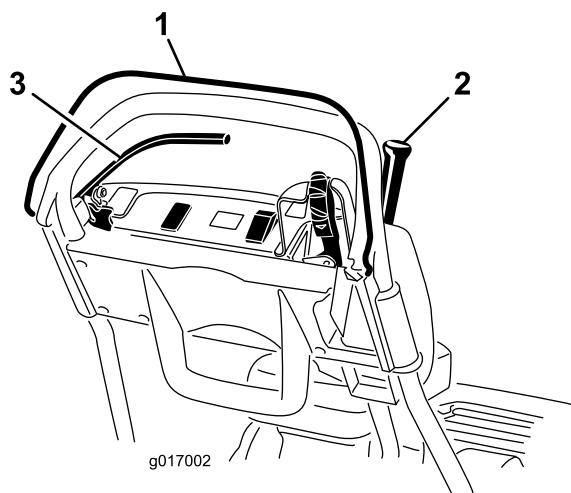

図 27
3. OPC を解除した状態で、走行レバーを入れる (図 27)。レバーが入らなければ正常。走行レバーが入るのはインタロックシステムの異常であるから修理する。必ず修理してから使用すること。「インタロックスイッチの整備」を参照。
4. OPC を押し、走行レバーを入れた状態から OPC を解除する (図 27)。走行レバーが外れれば正常。走行レバーが外れないのはインタロックシステムの異常であるから修理する。必ず修理してから使用すること。「インタロックスイッチの調整」または「走行コントロールの調整」を参照。
5. OPC を押し、シフトレバーを左に入れて走行とリール回転を開始し、OPC を解除する (図 27)。走行レバーが外れれば正常。走行レバーが外れないのはインタロックシステムの異常であるから修理する。必ず修理してから使用すること。「インタロックスイッチの調整」または「走行コントロールの調整」または「リールコントロールの調整」を参照。
6. OPC を押し、シフトレバーを左に入れて走行とリール回転を開始し、その状態からシフトレバーを右に操作してリール回転を解除する (図 27)。リール駆動が解除されれば正常。走行レバーが外れないのはインタロックシステムの異常であるから修理する。必ず修理してから使用すること。「リールコントロールの調整」を参照。
2. OPC を押し、走行レバーを入れた状態とし、エンジンコントロールを始動位置にする (図 27)。エンジンの始動を試みる。始動できなければ正常。エンジンが掛かるとはスイッチの異常であるから修理する。必ず修理してから使用すること。「インタロックスイッチの整備」を参照。
2. 走行レバーを解除した状態とし、常用ブレーキを掛けた状態とし、エンジンコントロールを始動位置にする (図 27)。エンジンの始動を試みる。エンジンが始動すれば正常。エンジンが掛からないのはスイッチの異常であるから修理する。必ず修理してから使用すること。「インタロックスイッチの整備」を参照。
3. エンジンを始動させ、常用ブレーキ (駐車ブレーキではなく) を掛け、OPC を押した状態から走行レバーを入れる (図 27)。機体が走行しようとするが、エンジンは停止しない。エンジンが停止するのはスイッチの異常であるから直ちに修理する。必ず修理してから使用すること。「インタロックスイッチの整備」を参照。
4. エンジンを始動させ、駐車ブレーキラッチを掛け、OPC を押した状態から走行レバーを入れる (図 27)。エンジンが停止すれば正常。エンジンが停止しないのはスイッチの異常であるから修理する。必ず修理してから使用すること。「インタロックスイッチの整備」を参照。